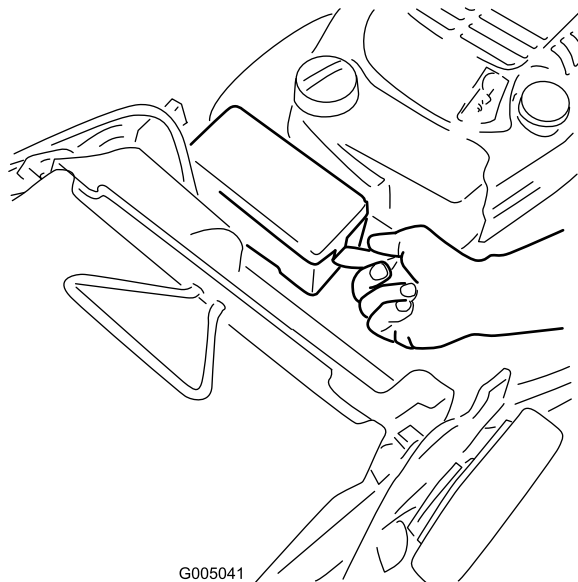

Figure 6
1. Dégagez les deux extrémités du couvercle de la batterie et déposez le couvercle (Figure 6).